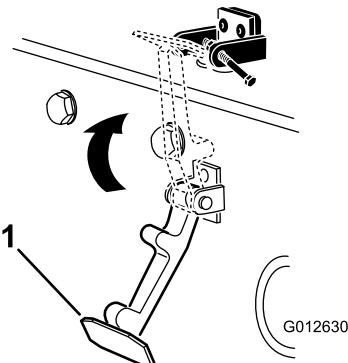

Figure 5
- Accrochez le loquet du capot sur son support (Figure 5).